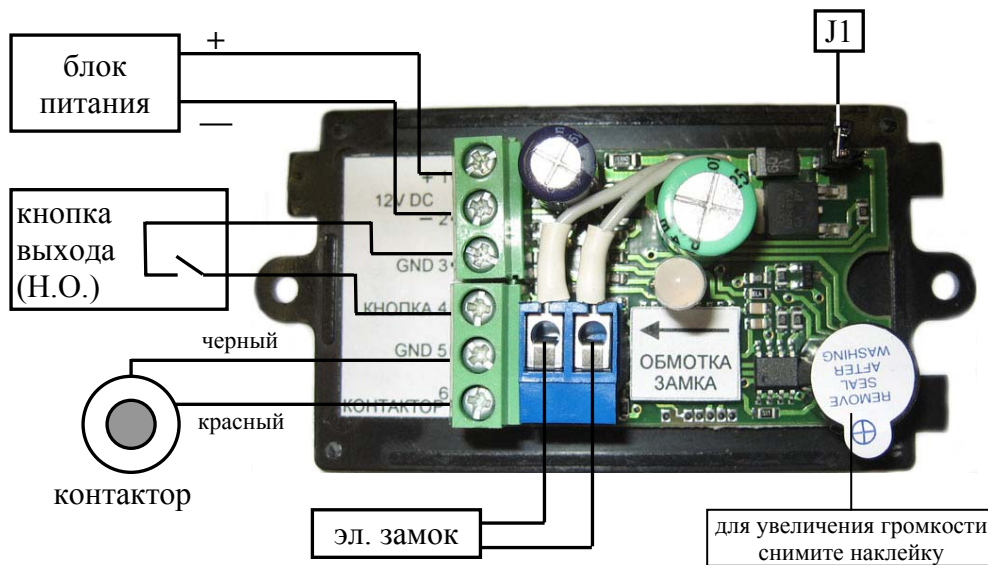

Рис. 1
3. К контактам 1 и 2 подключить провода от блока питания 12В. «+» — клемма 1, «—» — клемма 2 (рис. 1).
4. К контактам 3 и 4 подключить провода кнопки выхода (рис. 1).
5. К контактам 5 и 6 подключить контактор. Красный провод – клемма 6, черный — клемма 5 (рис.1).
6. К контактам колодки, расположенной на плате контроллера подключить провода обмотки замка (рис. 1).